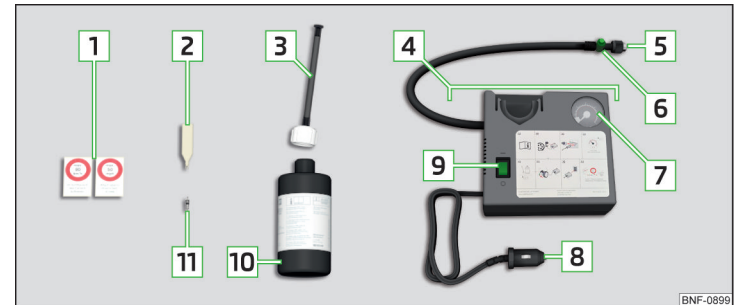

Abb. 339 Pannensetbeschreibung
- Den Ventileinsatzdreher **2** » **Abb. 339 auf Seite 310** auf den Ventileinsatz stecken, sodass der Ventileinsatz in den Schlitz des Ventileinsatzdrehers passt.
- Den Reifenfüllschlauch **7** » **Abb. 339 auf Seite 310** fest auf das Reifenventil schrauben.